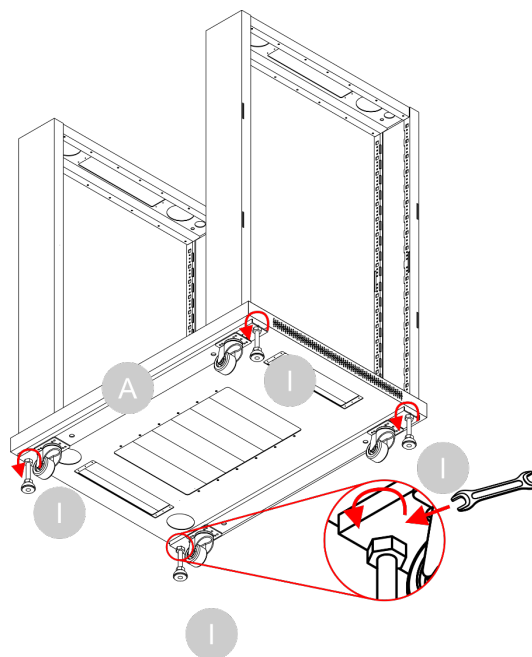

Fig. 24
07) Serrare il dado superiore dei **piediregolabili (I)** con una chiave, come mostrato nella Fig. 24.